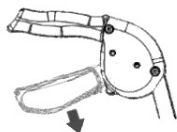

Fig. 6
- zoals afgebeeld totdat u een klik hoort (fig. 6).